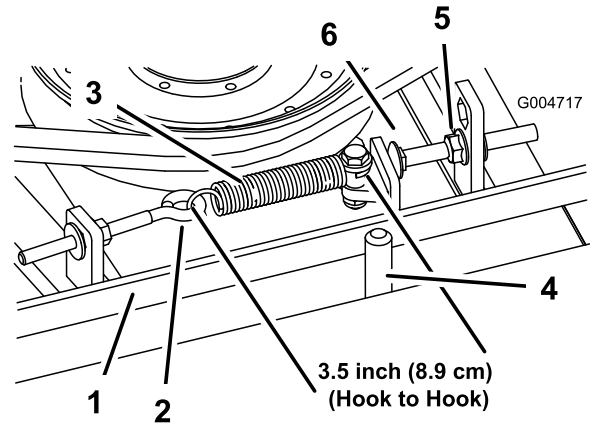

Bild 93
Bei richtiger Spannung sollte die Messung innen an der Verlängerungsfeder (Haken zu Haken) ungefähr $8,3 \text{ cm} \pm 9,5 \text{ cm}$ betragen. Wenn die Federspannung richtig ist, stellen Sie die Anschlagsschraube (Schlossschraube) ein, bis der Abstand zwischen dem Schraubenkopf und dem Spannarm ungefähr 2-55 mm beträgt (Bild 93).
Hinweis: Achten Sie darauf, dass der Riemen auf der Federseite der Riemenführung positioniert ist (Bild 93).
2. Lösen Sie den Augenbolzen, um die Verlängerungsfeder abzunehmen (Bild 93).
3. Lösen Sie die Bundmutter, mit der die Anschlagsschraube an der Befestigungs-nase befestigt ist, und schieben Sie die Spannscheibe vom Riemen weg, um die Riemen Spannung zu lösen (Bild 93).
9. Setzen Sie die Verlängerungsfeder (Bild 93) wieder in den Augenbolzen ein und spannen Sie den Riemen wie folgt: